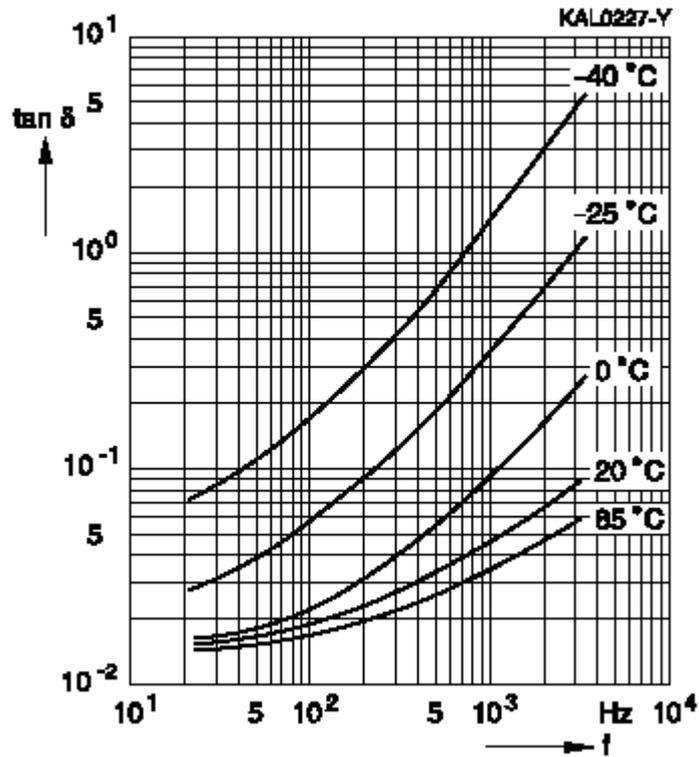

**Figure 10** : Impédance  $Z$  en fonction de la fréquence pour différentes valeurs de condensateurs céramiques CMS ([www.epcos.com](http://www.epcos.com))
La figure 10 montre le graphe du module de Z en fonction de la fréquence.
**Question 12 :** Déterminer, d'après le graphe en figure 10, pour un condensateur de valeur nominale 100 pF, les valeurs de  $C_s$ , ESR et ESL.